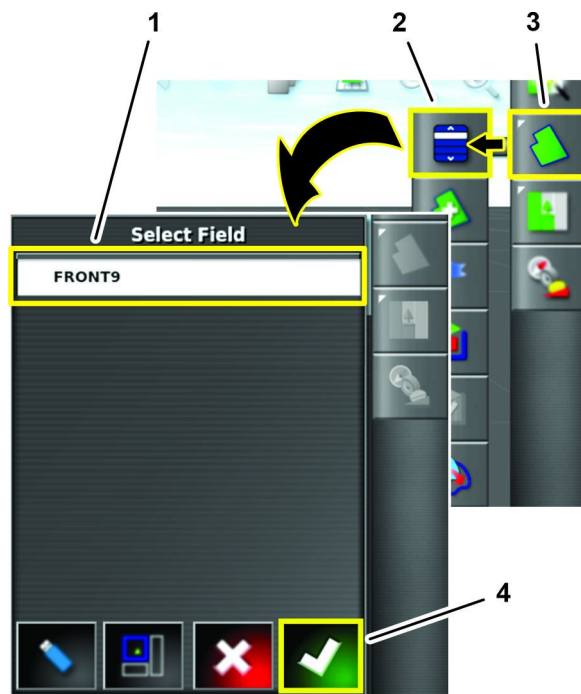

Figure 72
2. Appuyez sur l'icône MENU DES CHAMPS et sur l'icône CHOISIR UN CHAMP (Figure 72).
3. Appuyez sur l'icône CHAMP pour lequel vous voulez fusionner les limites de la machine n° 2, puis appuyez sur l'icône de confirmation (Figure 72).